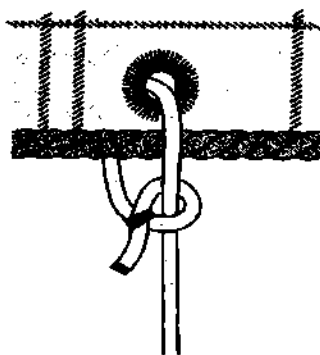

Рис. 511. С помощью *простого полуштыка* к парусу крепился бык-гордень.
*Простой полуштык* очень маленький узел. С бензелем он применялся для крепления бык-горденя к нижней шкаторине прямого паруса (рис. 511). Малый размер узла позволял плотно укладывать парусину на рее во время уборки паруса.